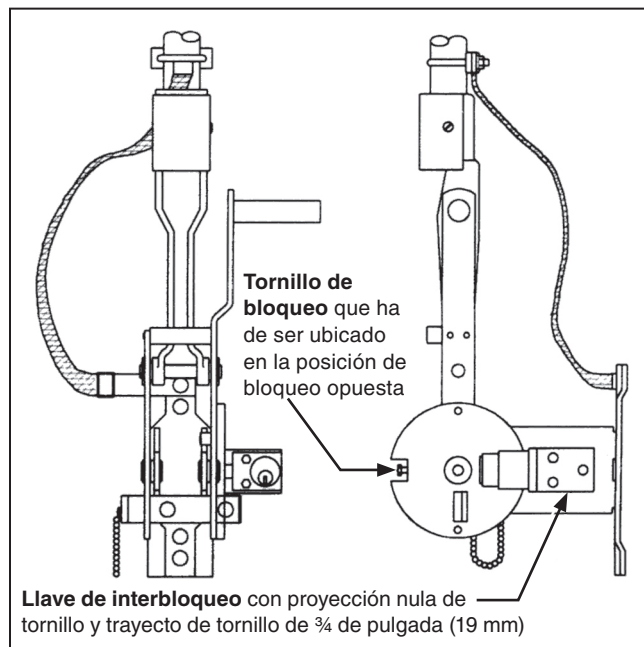

Figura 29. Llaves de interbloqueo.
La llave de interbloqueo (Superior o su equivalente), que se proporciona con el seccionador interruptor cuando el número de plano de montaje (ED) incluye el Sufijo de Modificación Menor Estándar “-S6”, será ensamblada en la palanca operativa. Ver Figura 29. Una de las dos ranuras de la palanca operativa será bloqueada para proporcionar ya sea una configuración de apertura bloqueada o de cierre bloqueado.